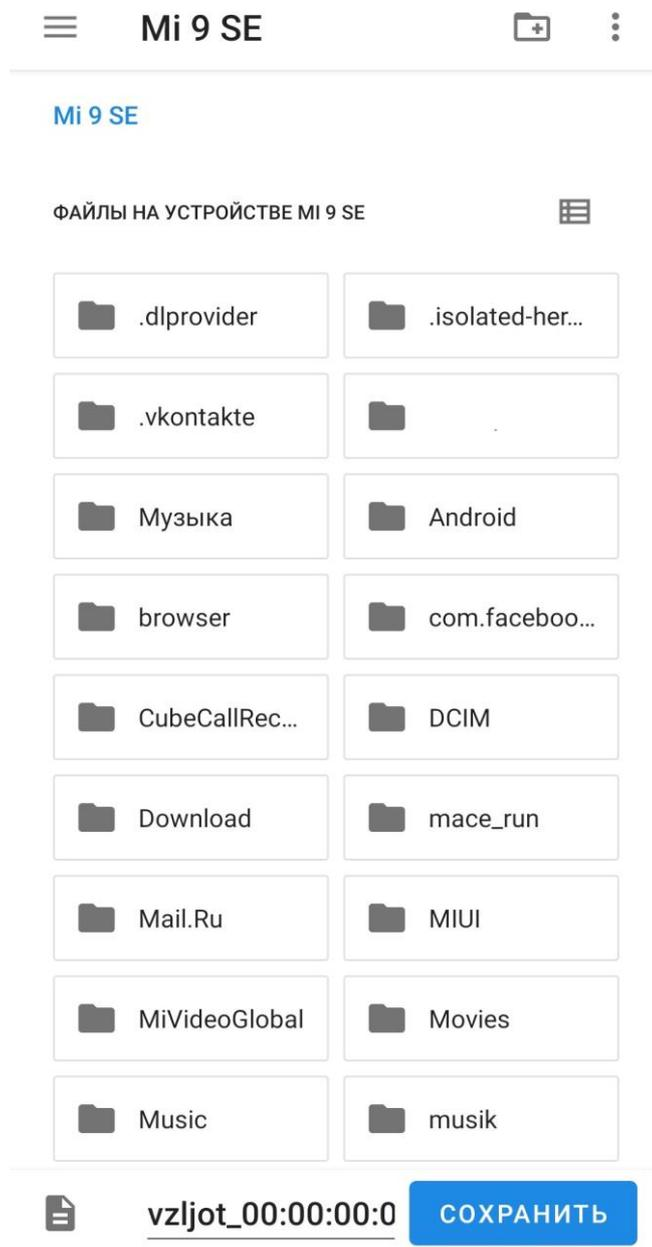

Рис.14. Вид окна с файлами загрузки.
2.10.2 В зависимости от устройства, файлы возможно сохранить и во внутреннем общем накопителе смартфона (рис.14). Выбор места